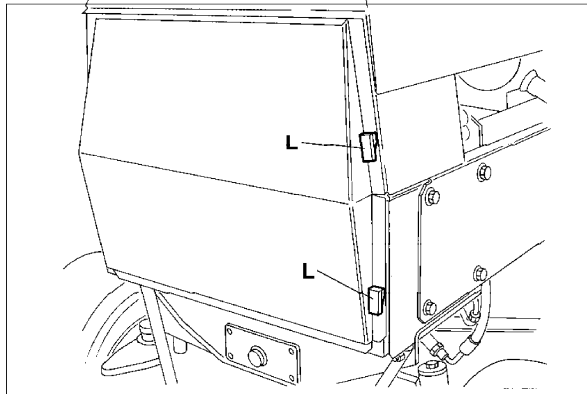

Fig.24
- ⑩ C Fig. 24: Sollevamento e servosterzo: 86 bar